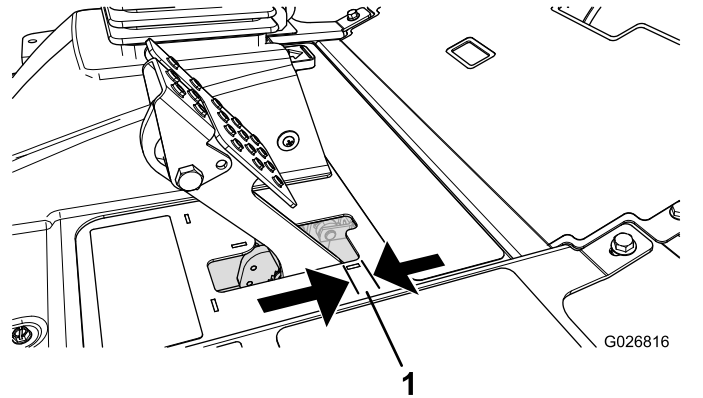

図 82
ブレーキペダルの「遊び」図 82が 2.5 cm 以上となったり、強く踏み込まないとブレーキの効きが悪いと感じられるようになったら、調整を行ってください。遊びとは、ブレーキペダルを踏み込んでから抵抗を感じるまでのペダルの行きしろを言います。
2. 後ナットを締めてケーブルを後方に移動させて、ホイールがロックする前のブレーキペダルの遊び図 82が 0.63-1.27 cm なるように調整する。